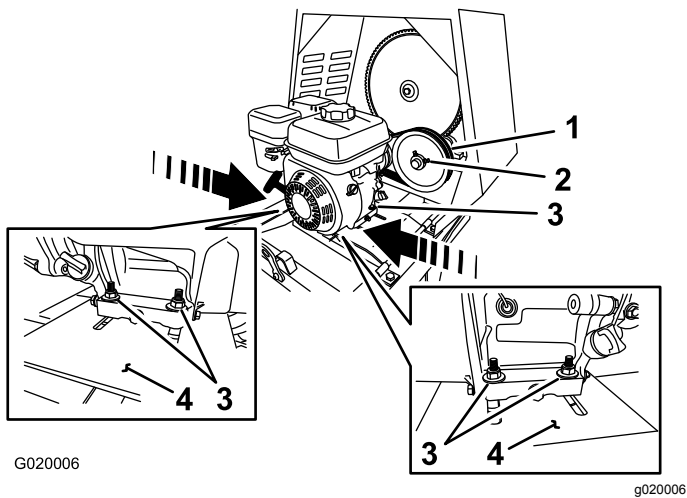

**Figura 61**
5. Mida la holgura entre la chapa del motor y el rodillo del embrague (Figura 61).